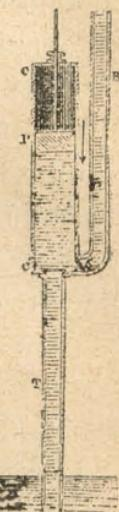

Fig. 64.—Bomba aspirante-impelente
**4. Bomba aspirante-impelente.** — La bomba que aspira el agua y la impele en seguida en un cañón se llama *aspirante-impelente*. Está formada (fig. 64) por un cuerpo de bomba  $c$   $c'$  provisto de un pistón macizo  $P$ , y comunicando por su parte inferior, mediante dos válvulas  $s$  y  $s'$ , con dos tubos, uno  $T$  llamado *tubo de aspiración*, el otro  $R$  llamado *tubo de ascensión*.